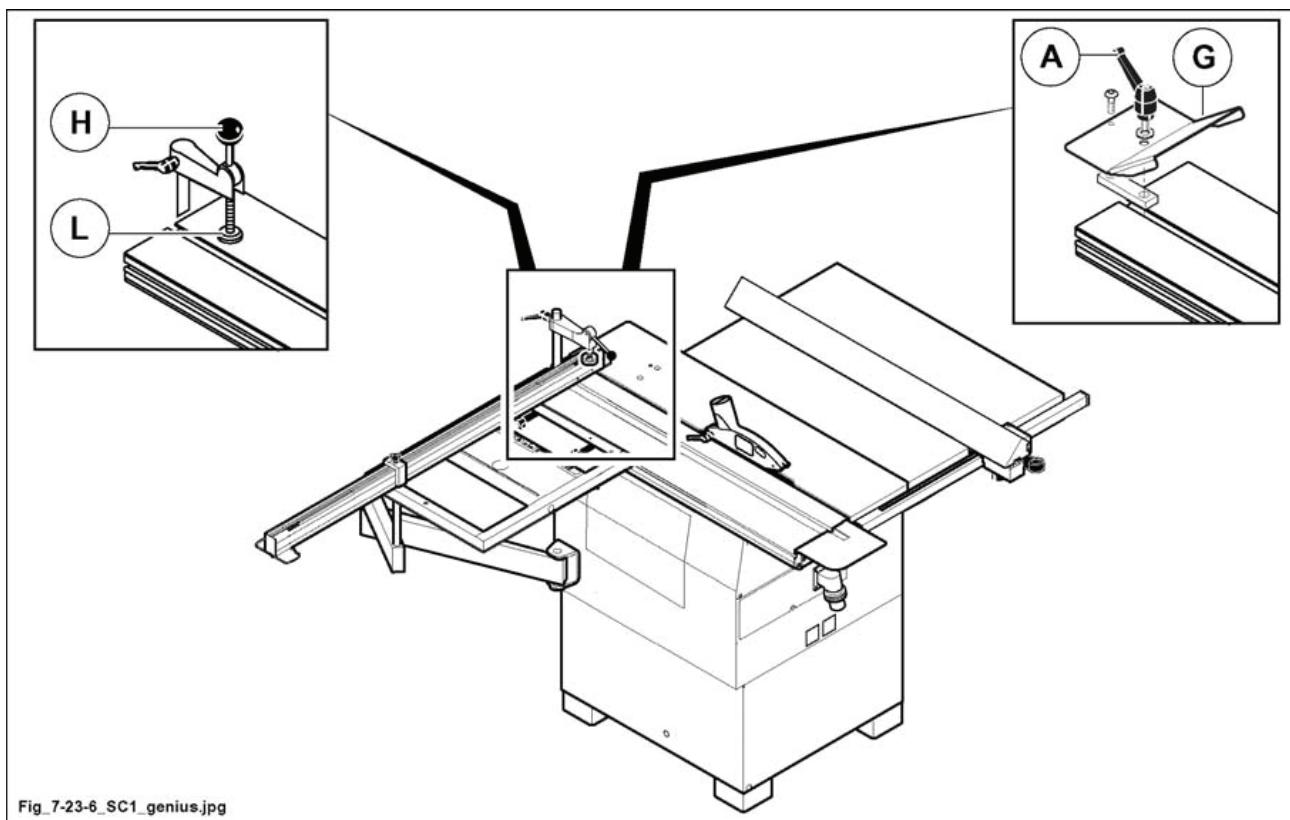

Рис. 7.23-6
- При помощи рычага (H рис. 7.23-6) опустить лапку (L рис. 7.23-6), чтобы зажать обрабатываемый элемент.
- Установить упор (G рис. 7.23-6) в желаемое положение.
- Закончив регулировку, до упора затянуть ручку (A рис. 7.23-6).
Исполнение устройства (G рис. 7.23-6) позволяет устанавливать точные упоры даже для деталей, имеющих неровную опорную поверхность.